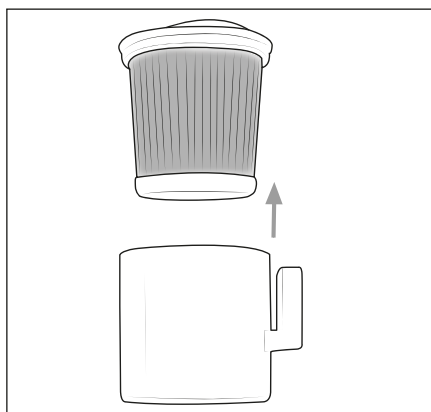

Abb. 17
- 4) După ce ați scos recipientul de praf **7**, puteți scoate și recipientul cu filtru HEPA **5** din aparat. Scoateți filtrul HEPA **4** din recipientul cu filtru HEPA **5** introducând mâna în deschiderea filtrului HEPA **4** și trăgându-l din recipientul cu filtru HEPA **5** (a se vedea fig. 17).